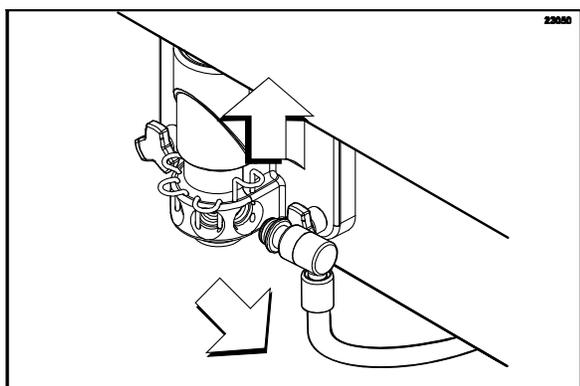

図46
4. フリーザードアからシロップバルブを抜きます。バルブリテイナーを上げバルブを手前に引いて抜いてください(図46を参照)。